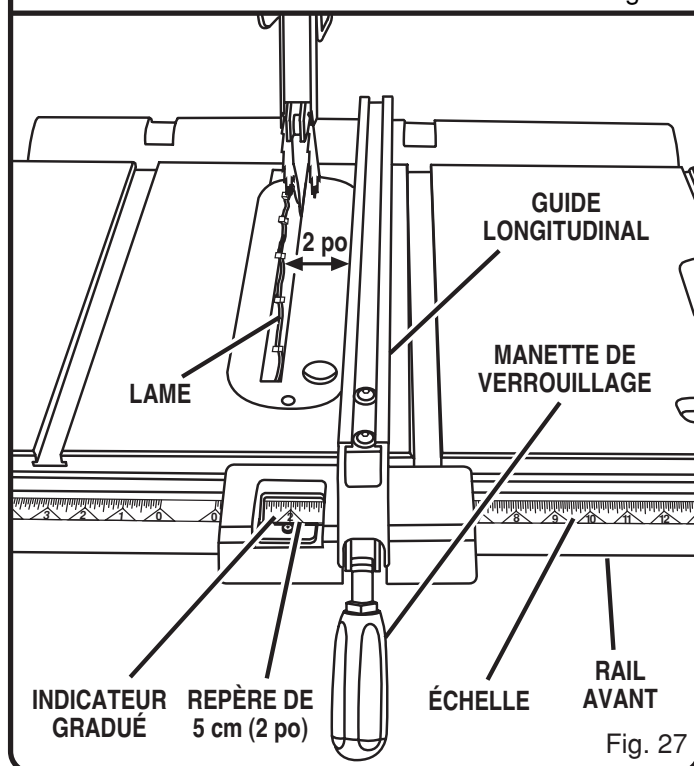

Fig. 27
- Desserrez la vis de l'indicateur gradué. Voir la figure 27.